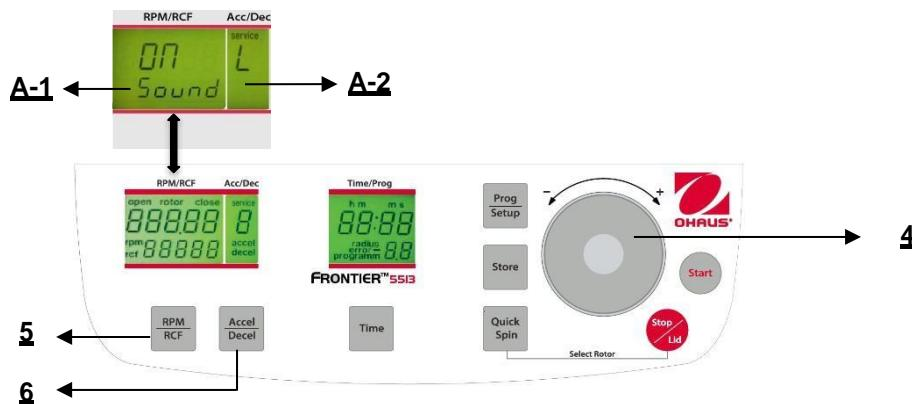

Figure. 29
Poursuivre conformément à la description du paragraphe 4.1.2 pour entrer dans ce mode de programme et appuyer ensuite sur la touche "Accel/Decel" (6). Sur l'affichage "Acc/Dec" (A-2), le mot "Service" clignote. Sélectionner maintenant la lettre "L" avec le cadran de réglage (4). Ceci entraîne l'apparition des mots "On Sound" sur l'affichage "RPM/RCF" (4). En appuyant maintenant sur la touche "RPM/RCF" (4), le mot "On" clignote et il devient possible de couper le son avec le cadran de réglage (4) (voir la figure 29).